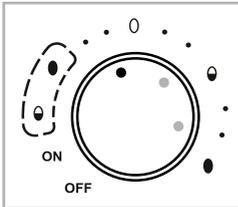

Fig. 3
- Seleccione el punto **central** del rango de ajuste que corresponda (fig. 3) si desea cocinar 7 huevos fríos recién sacados de la nevera y de tamaño medio (tamaño M/L).